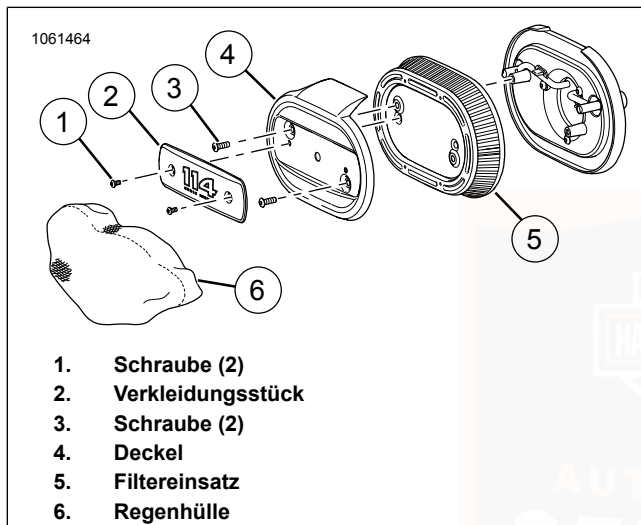

Abbildung 81. Luftfilter: Oval
1. Siehe Abbildung 81. Luftfilter-Ziereinsatz entfernen.
- a. Die Schrauben (1) des Ziereinsatzes entfernen.
- b. Zierring (2) entfernen.
- a. Die Schrauben (3) entfernen.
- b. Den Deckel (4) entfernen.
- c. Den Luftfiltereinsatz (5) entfernen.
Bei Ausstattung mit ovalem Luftfilter: Siehe Abbildung 81 . Unter feuchten Bedingungen oder bei Regenwetter kann Wasser in den Motor eindringen, da der Filtereinsatz freiliegt. Wenn das Motorrad geparkt ist, kann eindringendes Wasser zu Motorkorrosion oder -schäden führen. Während der Fahrt kann Wasser Fehlzündungen des Motors verursachen. Bei Nässe oder Regen die Regenschutzhülle (6) über den Luftfilterbaugruppe stülpen, um Eindringen von Wasser zu minimieren.
1. Siehe Abbildung 81. Abdeckungsteile und Luftfiltereinsatz einbauen.
- a. Den Luftfiltereinsatz (5) anbringen.
- b. Die Abdeckung (4) anbringen.
- c. Die Schrauben (3) anbringen. Festziehen.